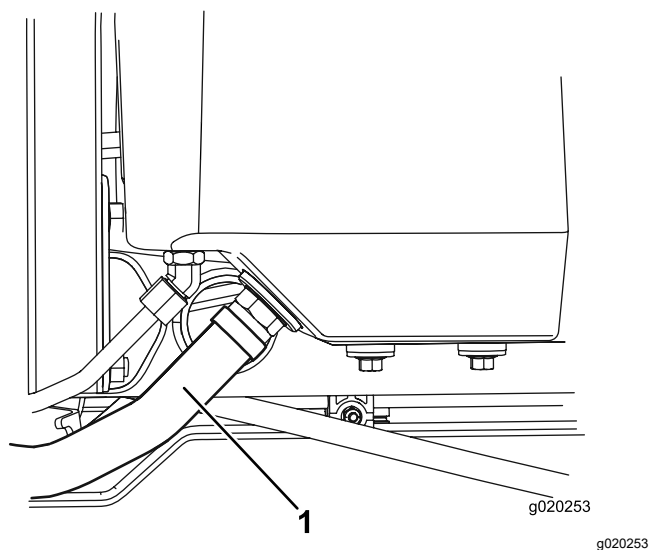

Bild 80
2. Schließen Sie den großen Hydraulikschlauch (Bild 80) vom Behälter ab und lassen das Hydrauliköl in eine Auffangwanne ablaufen.